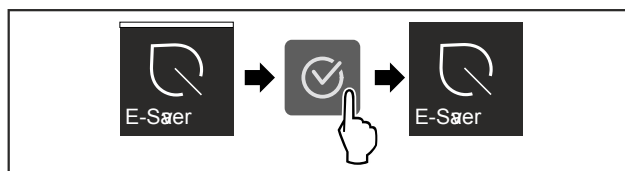

Fig. 16
- ▶ Seguir los pasos de procedimiento (consulte Fig. 16).